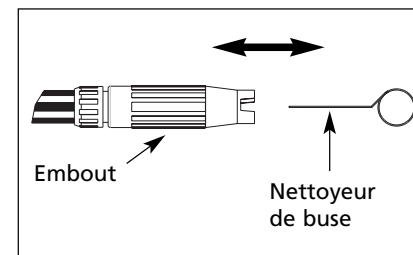

Figure 11
- Utiliser le nettoyeur de buse inclus ou un trombone déplié et insérer le fil dans le trou de l'embout pour ensuite utiliser un mouvement de va et vient jusqu'à ce que les débris soient débloqués (se reporter à la figure 11).